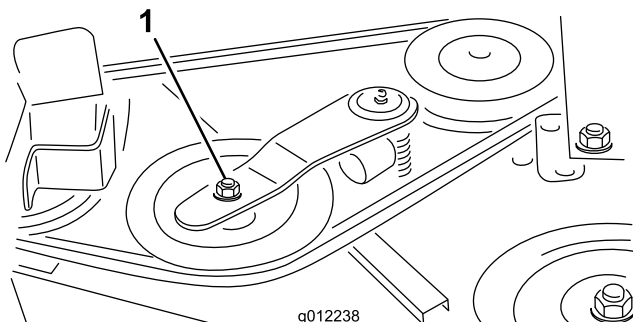
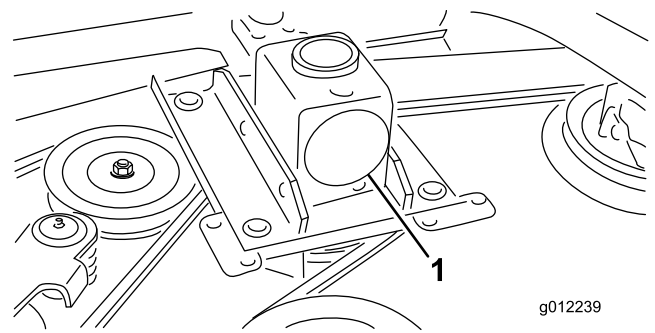

図 30
図 31
- トルクレンチなどの工具を使ってアイドラ・プーリ（図 30）をベルトから引き離してベルトの張りをなくし、ベルトをギアボックスのプーリ（図 31）から外す。